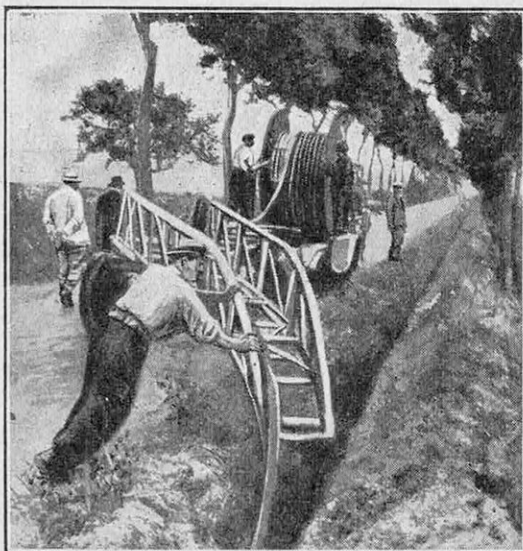
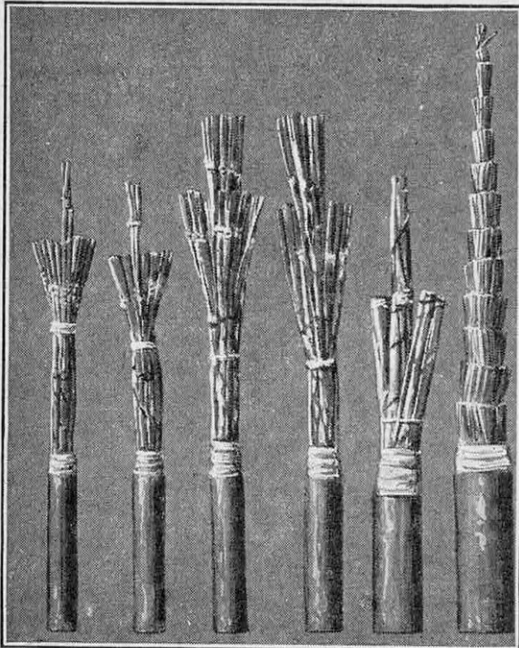
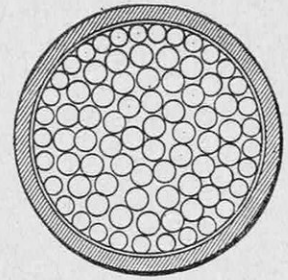

FIG. 1. - COMMENT ON POSE UN CABLE DANS UNE TRANCHEE
FIG. 2. - QUELQUES ÉCHANTILLONS DE CABLES TÉLÉPHONIQUES
FIG. 3. - COUPE (DEMI-GRANDEUR) DU CABLE PARIS-ROUEN
a fallu en venir à l'établissement d'un réseau souterrain. Les câbles, posés dans des tranchées (fig. 1), sont constitués par une série de fils de cuivre ayant de 0 mm 9 à 1 mm 3 en diamètre, isolés sous papier et recouverts d'une gaine protectrice de plomb, souvent protégée elle-même par un ruban d'acier et du jute goudronné (fig. 2) ; c'est ainsi que le câble Paris-Rouen compte trois cent vingt-quatre fils associés quatre par quatre (fig. 3), chaque groupement de quatre fils permettant, grâce à d'heureuses combinaisons, de réaliser trois circuits téléphoniques distincts (1).
(1) Voir à ce sujet l'article paru dans le n° 65, de novembre 1922, de *La Science et la Vie* : « Les circuits-fantômes dans la téléphonie publique ».